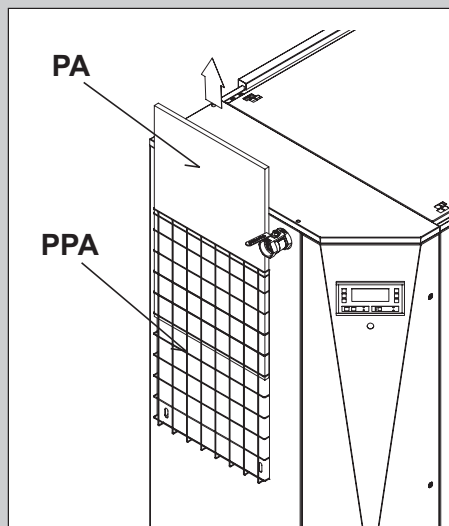

Рис. 19
- Замените фильтрующий элемент **РА** панели всасывающего фильтра **РРА**, подняв его из панели всасывающего фильтра **РРА** (рис. 19)